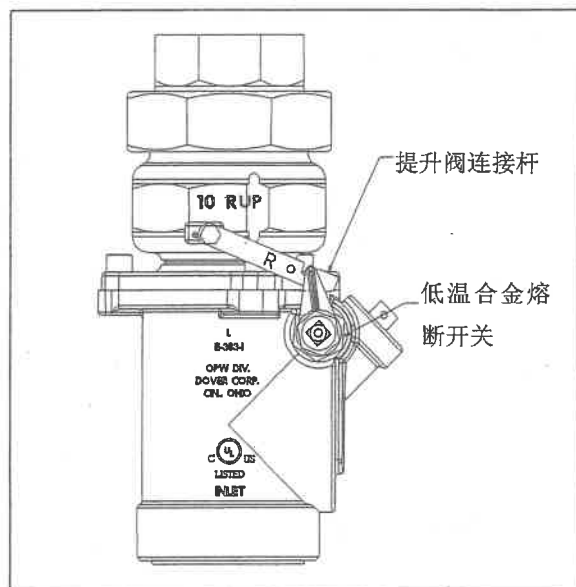

图 4
当该阀门安装于进油管和加油机底座的油管间, 在压力测试后, 该阀门应该处于竖直状态, 并且常开。打开 10 系列紧急切断阀的正确操作是: 向左旋转低温合金熔断开关, 使之与提升阀连接杆卡住, 保持该阀门处于常开状态。(见图4)
- 1 向下推动提升阀连接杆 (见图4)